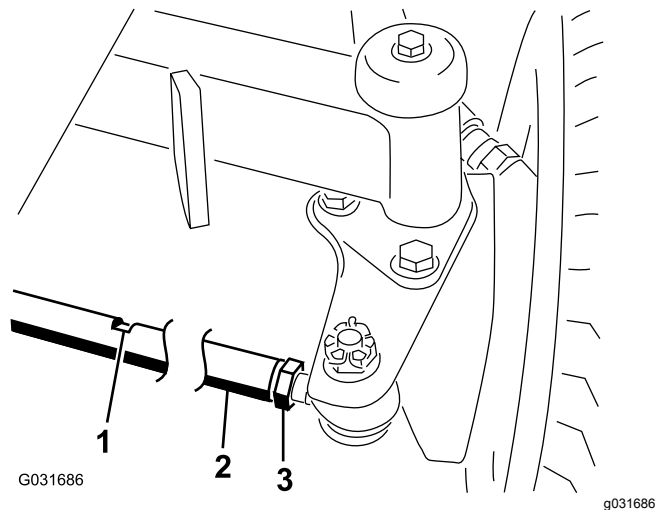

図 48
2. 各タイロッド **図 48** の端についているジャムナットをゆるめる。